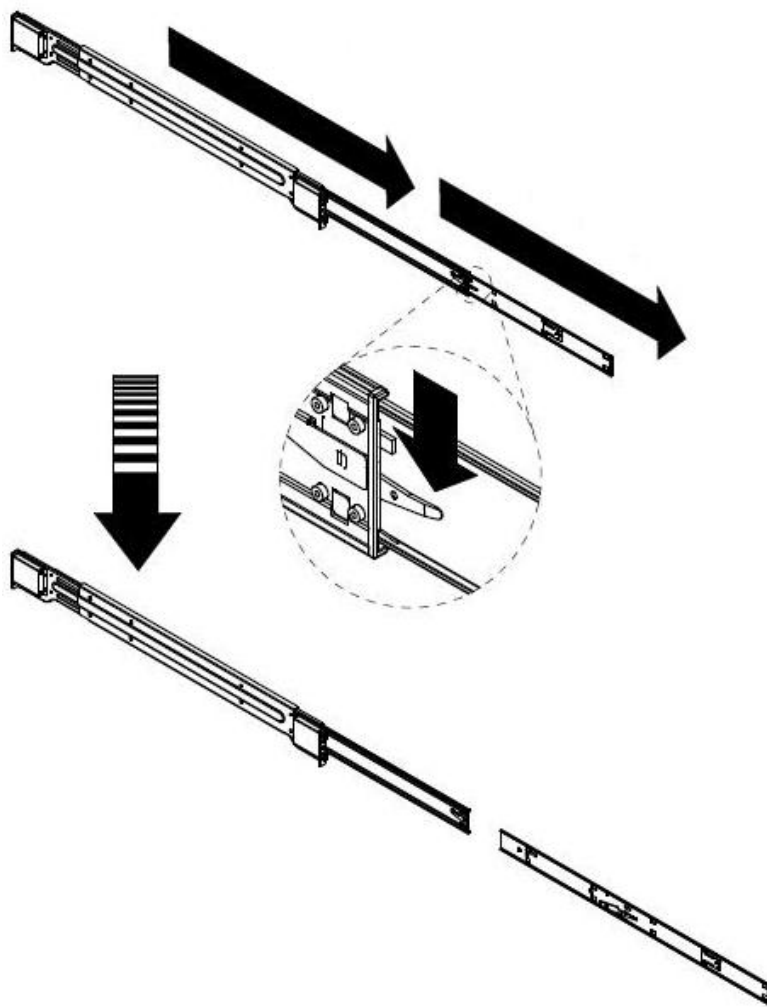

图 1-1
1、将内轨按照箭头所示方向从导轨套件中拉出。充分展开内轨后，需要按下内轨上的锁固键，然后抽出内轨，如图 1-1 所示：